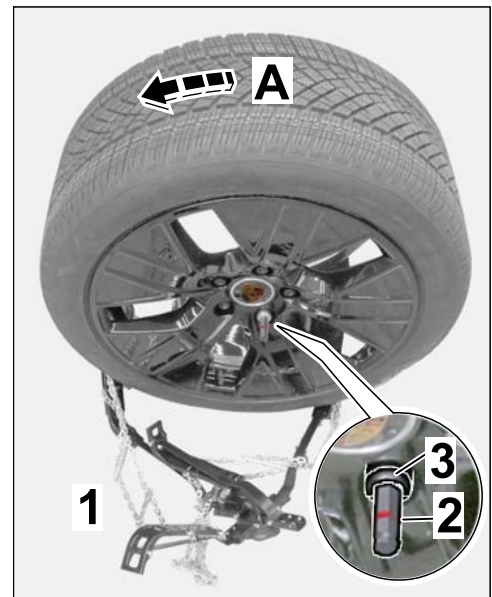

Bild 12
3.4 Aus dem Kettennetz der Schneekette herausfahren (⇒ Bild 12-A-).
3.5 Distanzbolzen mit Klemmhülse und Klemmstück von Radschraube (linkes ⇒ Bild 12-Lupe-) / rechtes Hinterrad) demontieren.